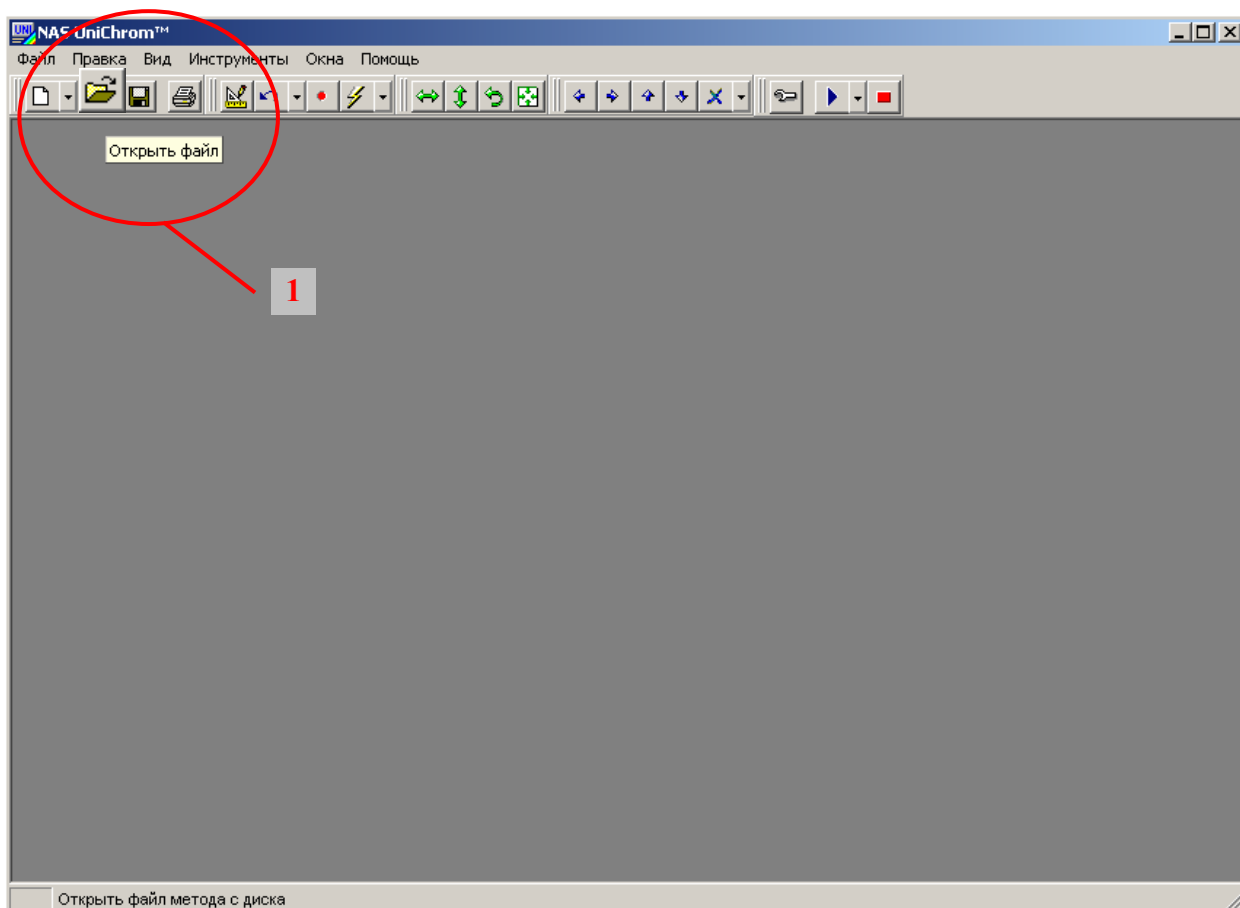

Рис. 74. Открытие файла метода
- Подведите курсор мыши к кнопке «**Открыть файл**» (см. Рис. 74);